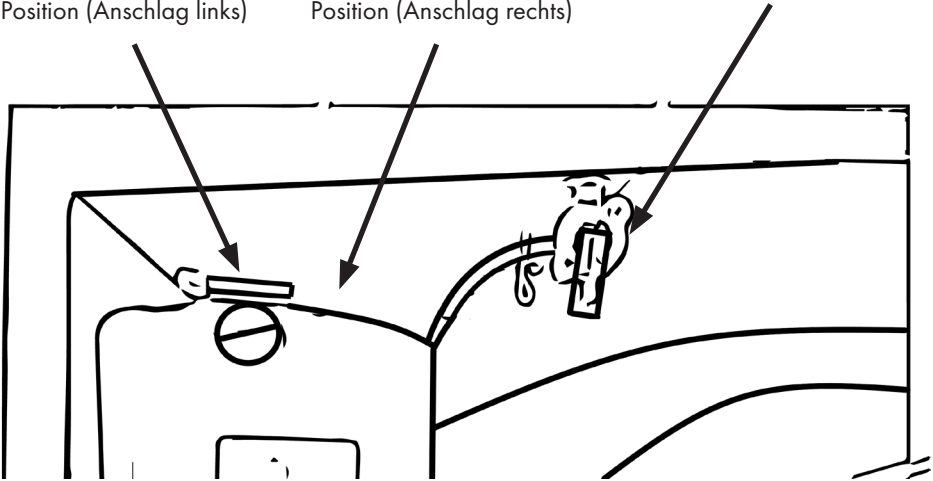

Abbildung 12
- Öffnen Sie den Kraftstoffhahn. Siehe auch Abb. 12. (Griff am Hahn zeigt nach unten)